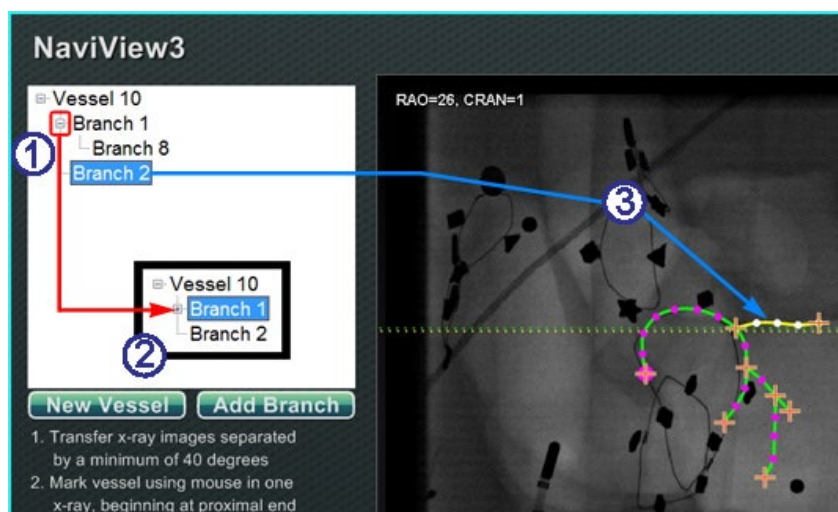

Figura 134. L'albero della directory tiene traccia di vasi e rami
Seguendo il processo descritto sopra, l'utilizzatore può creare più rami da rami e tronchi esistenti (Figura 134). L'utilizzatore può creare quanti vasi e rami desidera.
Guida all'aggiunta di altri rami (Figura 134)
- ① Man mano che l'utilizzatore aggiunge vasi e rami, l'albero della directory si allunga. L'indentazione di ogni nome di ramo indica il livello del ramo. Pertanto, il nome di un ramo con due indentazioni è il ramo di un ramo.
- ② L'utilizzatore può espandere e comprimere i nomi di vasi e rami man mano che questi ultimi vengono aggiunti al di sotto di essi. Ad esempio, per comprimere Vaso 1 nella **Figura 134**, fare clic sul segno meno (-). In tal modo verrà visualizzato solo il nome Vaso 1. Inoltre, l'utilizzatore può comprimere Ramo 1. L'utilizzatore può espandere entrambi i gruppi facendo clic sul segno più (+).
- ③ Per selezionarlo, fare clic sul nome di un vaso o di un ramo. Il nome viene evidenziato con un rettangolo blu brillante e il tracciato viene evidenziato nei colori della modalità selezionata: giallo e bianco.